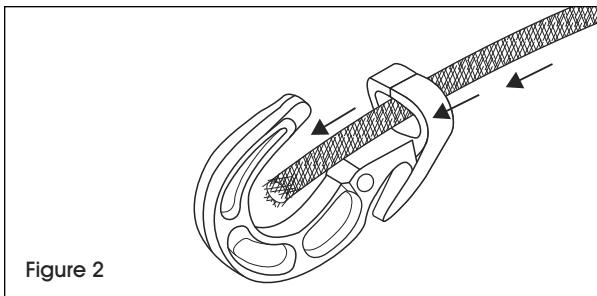

Figure 2
2. Insérez une des extrémités du tendeur élastique dans le trou au bas du crochet. (Voir Figure 2)